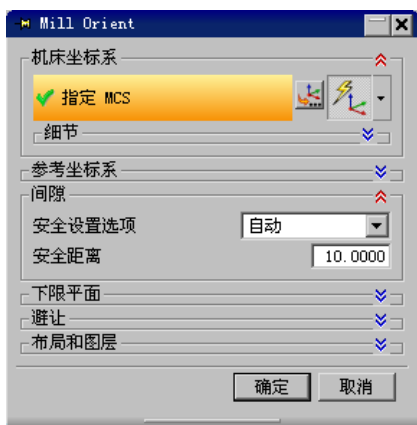
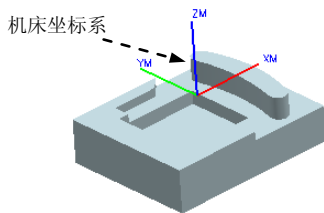

图 3.3.2 “Mill Orient”对话框
图 3.3.3 创建机床坐标系
Step1. 进入几何视图。在操作导航器的空白处右击，在系统弹出的快捷菜单中选择 几何视图 命令，在操作导航器中双击节点 MCS_MILL，系统弹出图 3.3.2 所示的“Mill Orient”对话框。
(1) 在“Mill Orient”对话框 机床坐标系 区域中单击“CSYS 会话”按钮 ，系统弹出“CSYS”对话框，确认在 类型 下拉列表中选择 动态 选项。
(2) 单击“CSYS”对话框 操控器 区域中的“点对话框”按钮 ，系统弹出“点”对话框，在“点”对话框 ZC 文本框中输入值 65.0，单击 确定 按钮，此时系统返回至“CSYS”对话框，单击 确定 按钮，完成图 3.3.3 所示机床坐标系的创建，系统返回到“Mill Orient”对话框。